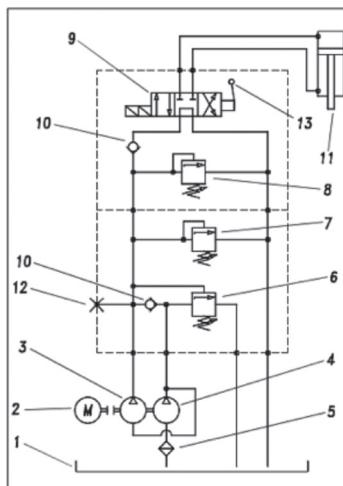

Fig 5
- 7) centrale hydraulique pour la commande (cf. schéma Fig. 5) du cylindre qui comprend: